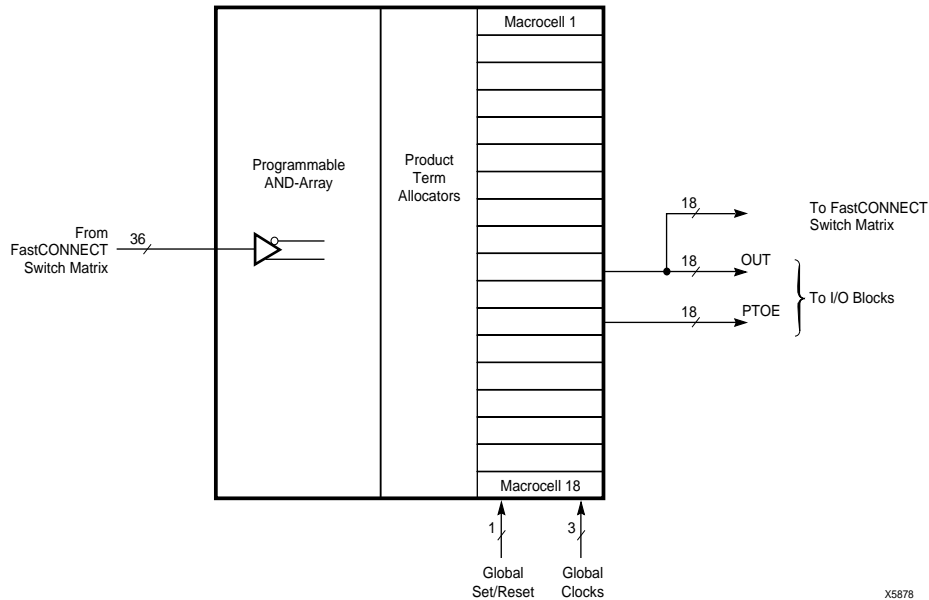

図 2: XC9500 のファンクション・ブロック
図2に示す各ファンクション・ブロック (FB) は、18個の独立したマクロセルで構成されており、各マクロセルで組み合わせロジック回路またはレジスタ付ロジック回路を作れます。FBには、グローバル・クロック、出力イネーブル、およびセット信号/リセット信号も入力することができます。FBは18個の出力を生成し、これらは FastCONNECT スイッチ・マトリクスを駆動します。これら18個の出力および対応する出力イネーブル信号は、IOBも駆動します。